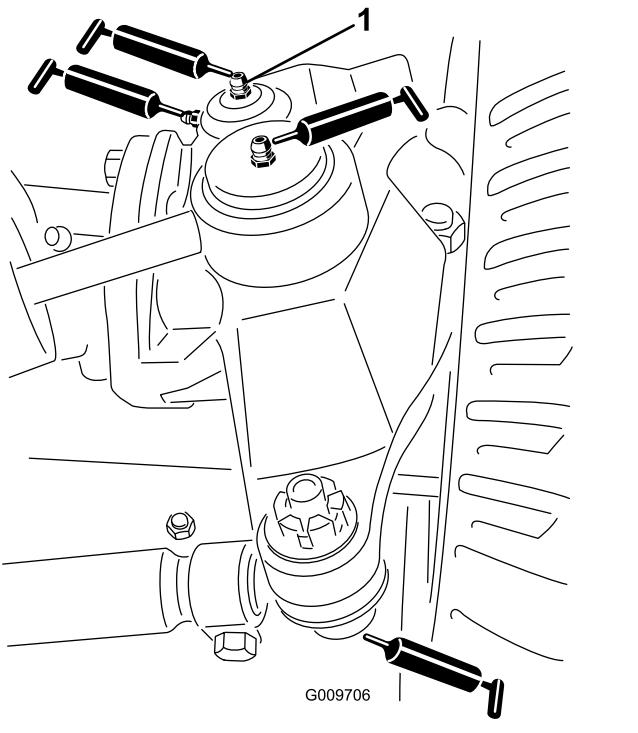

Figure 21
- Rotules de vérin de direction (2) (Figure 21)
- Rotules de bielles (2) (Figure 21)
- Bagues de pivots de fusées (2) (Figure 21). **Le graisseur supérieur du pivot de fusée ne doit être lubrifié qu'une fois par an (2 injections de graisse).**